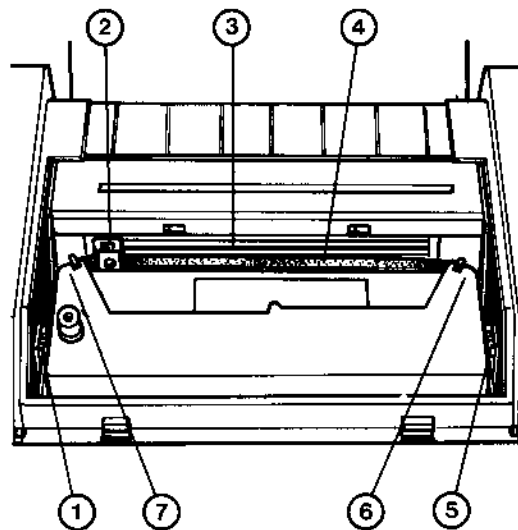

Fig.5
- Mettre la cassette sur ses languettes de maintien (1) et (5) en insérant le ruban encreur (4) entre le cylindre (3) et la tête d'impression (2) (figure 5).
- Appuyer doucement sur l'extrémité gauche (7) et l'extrémité droite (6) de la cassette de ruban encreur jusqu'à encliquetage (figure 5).